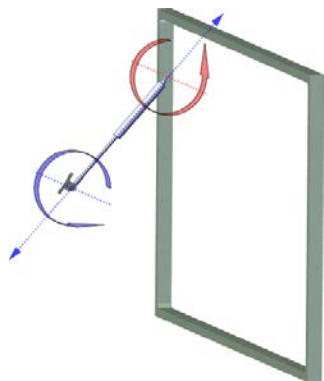

图 8-89 设置所有链接类型效果
STEP 5 通过相同操作，创建连杆到气缸的“线性”链接类型，固定头到连杆的“枢轴”链接类型，并需要数次调整枢轴的位置，最终效果如图 8-89 所示（窗框的链接类型为“刚性”，表示固定不动）。